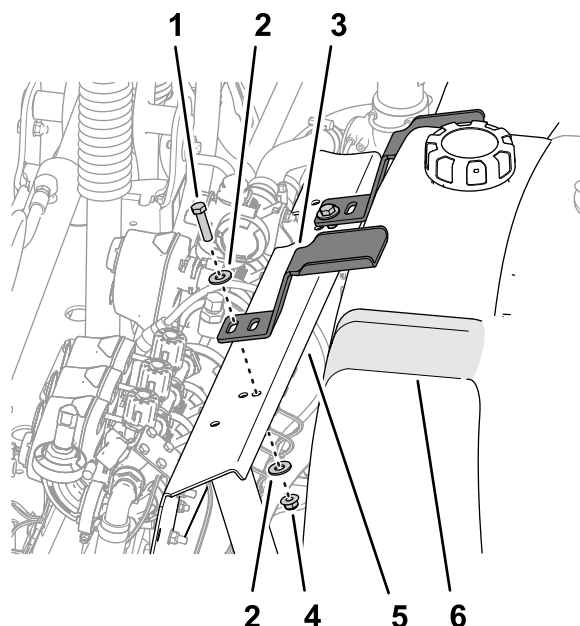

Figura 14
2. Alinhe a fixação com a reentrância na parte superior do depósito de lavagem (Figura 14).
3. Alinhe a ranhura na fixação com o orifício na montagem da válvula (Figura 14).
5. Repita os passos 2 a 4 para a outra fixação na outra reentrância no depósito de lavagem (Figura 14).